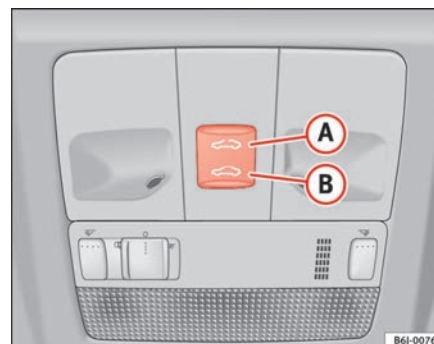

Abb. 49 Panoramadach / Ausstelldach
- Wenn Sie den Taster **(B)** ⇒ Abb. 49 ⇒ drücken und gedrückt halten, führt das Dach die Schließbewegung aus, bis der Taster wieder losgelassen wird.